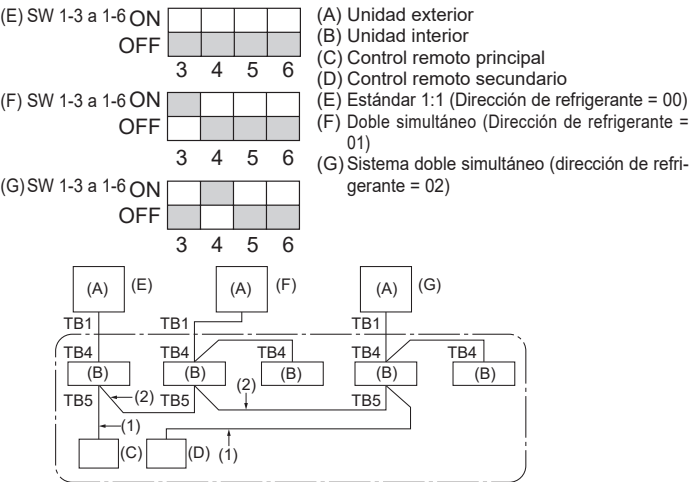

Fig. 9-1
- (2) Después de cerrar la válvula de líquido, sitúe el interruptor SWP del cuadro de control de la unidad exterior en posición ON. El compresor (unidad exterior) y los ventiladores (unidad interior y exterior) se ponen en marcha y empieza el proceso de recuperación del refrigerante. Los indicadores LED1 y LED2 del cuadro de control de la unidad exterior están encendidos.
- (3) Dado que la unidad se para automáticamente al cabo de 2 o 3 minutos de terminar el proceso de recuperación del refrigerante (el indicador LED1 está apagado y el indicador LED2 encendido), asegúrese de cerrar rápidamente la válvula de parada de gas. Si el indicador LED1 está encendido y el indicador LED2 apagado, y la unidad exterior está parada, el proceso de recuperación del refrigerante no se lleva a cabo correctamente. Abra completamente la válvula de parada de líquido y repita el paso (2) al cabo de 3 minutos.
- (4) Corte la corriente (disyuntor).
9. Sistema de control (Fig. 9-1)